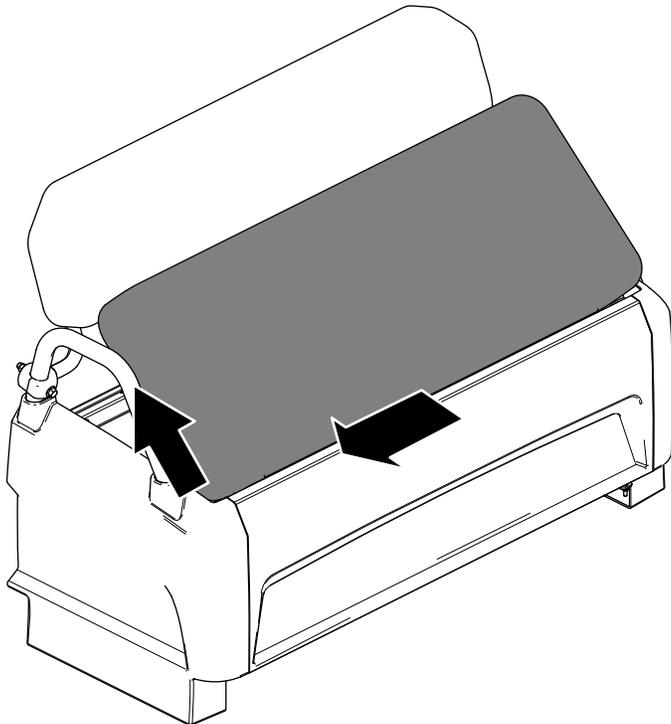

Bild 35
2. Schieben Sie das Kissen zur Seite aus den Stiften und heben Sie das Kissen an (**Bild 35**).